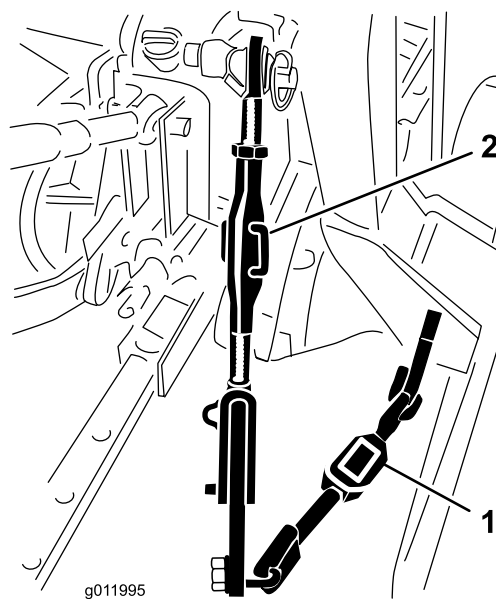

Figura 7
1. Spostate gli attacchi inferiori verso l'interno fino al loro contatto con le piastre di montaggio del soffiatore (Figura 7).
2. Ruotate l'apposito dispositivo di regolazione (se presente), sollevando o abbassando il braccio d'attacco fino a livellare il soffiatore da un lato all'altro. Figura 7